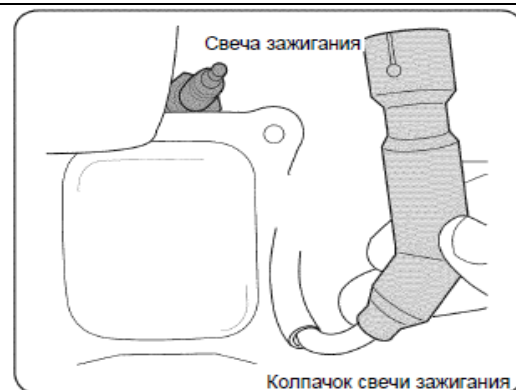

Рис. 19
1. Снимите колпак со свечи зажигания и с помощью свечного ключа отверните и извлеките свечу, (См. Рис. 19).